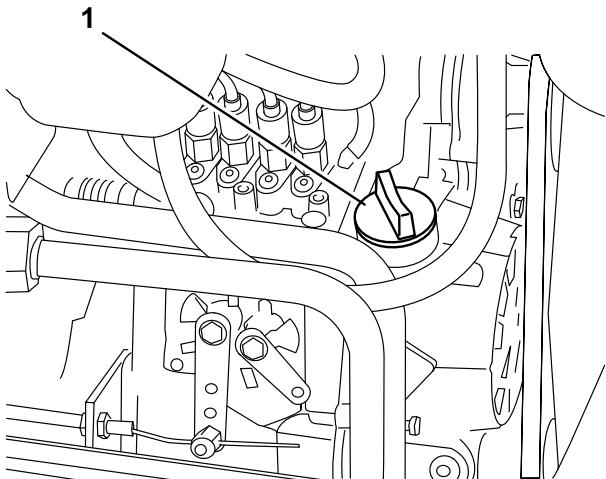

Figura 30
3. Se o nível de óleo estiver baixo, retire o tampão de enchimento (Figura 30) e adicione óleo, o suficiente para elevar o nível até à marca FULL (cheio) gravada na vareta. Não encha demasiado.